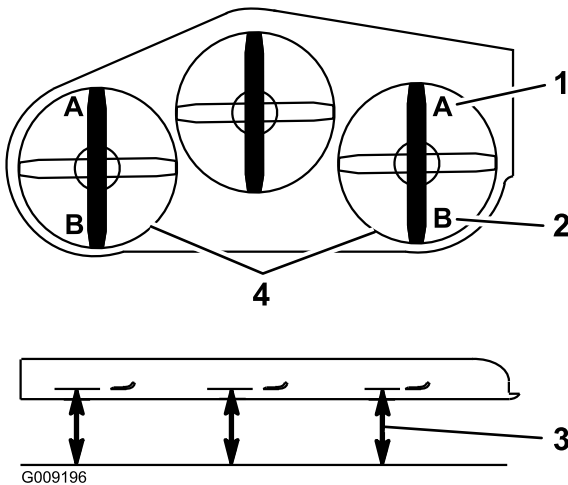

Figura 83
- 9. En ambos lados de la plataforma, mida desde la superficie nivelada hasta la punta delantera de la cuchilla (Posición A). La medida debe ser de 7,6 cm (3 pulg.) (Figura 83).
15. En ambos lados de la plataforma, mida desde la superficie nivelada hasta la punta trasera de la cuchilla (Posición B). La medida debe ser de 8,3 cm (3-1/4 pulg.) (Figura 83).